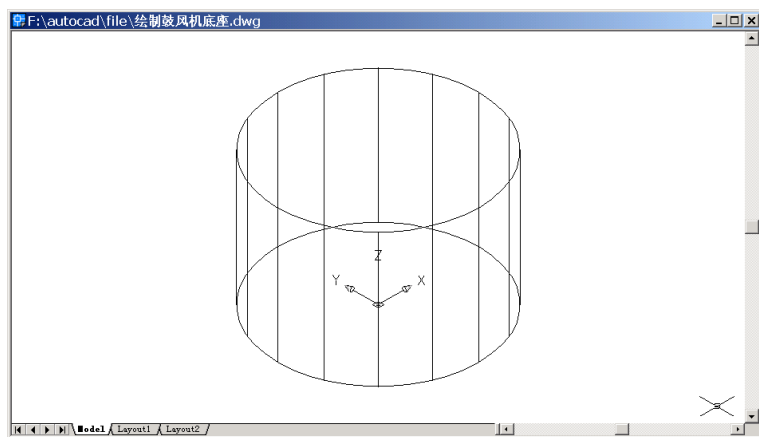

图 31.14 底座圆柱
(3) 用 VIEW 命令变换视图为 Southwest Isometric (西南视图), 结果如图 31.14 所示。